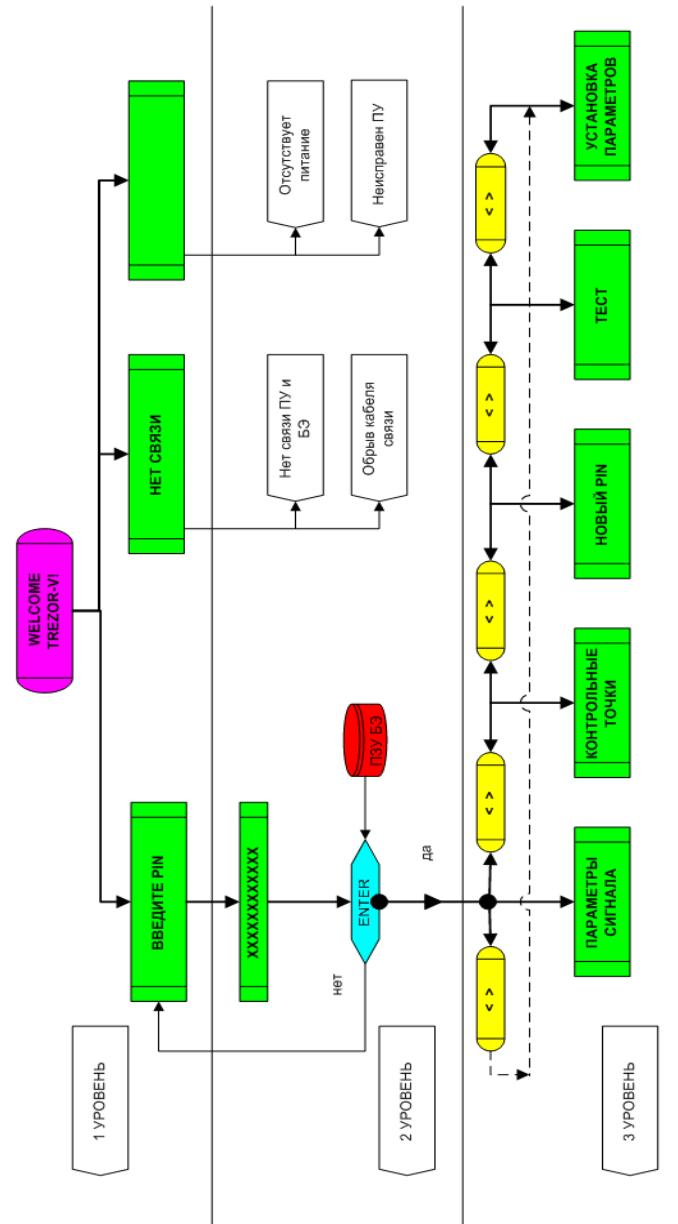
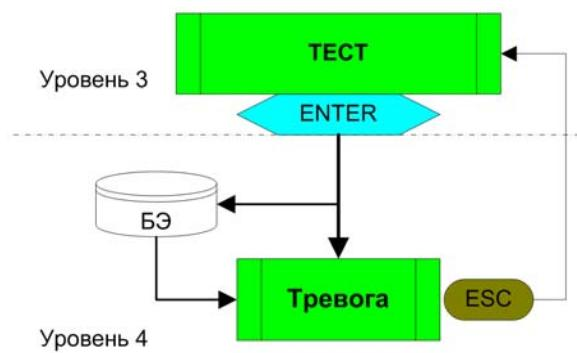

Рис. 3.1. Структурная схема верхних уровней системного меню ПУ
Рис. 3.5. Структурная схема раздела «TEST» системного меню ПУ
2.2.2.2. На экране ЖК-индикатора ПУ появляется иконки многоуровневого системного меню, при помощи которого осуществляется управление параметрами первого или второго канала БЭ, при подключении ПУ в «Х4» происходит управление первым каналом, в «Х5» вторым каналом. Структурная схема верхних (1...3) уровней системного меню ПУ приведена на рис. 3.1.
3 уровень: На этом, основном уровне системного меню пользователь остается, двигаясь от раздела к разделу меню (по кругу) с помощью клавиши «→» (слева направо, рис. 3.1.), или с помощью клавиши «←» (справа налево, рис. 3.1.). Переход с 3-го на нижний 4-й уровень (в разделе) осуществляется нажатием клавиши «ENTER».
На рис. 3.5. изображена структурная схема раздела «TEST».
- 2.2.3.1. После того, как произведен первый контроль работоспособности изделия согласно п. 3.2.1., необходима более тщательная его проверка с помощью ПУ перед процедурой настройки. Для этого необходимо подсоединить ПУ к БЭ, дождаться надписи «**ВВЕДИТЕ PIN**» на ЖК-индикаторе, ввести корректный PIN-код и выйти на основной 3-й уровень системного меню (рис. 3.1.). С помощью клавиши «→» осуществить переход в раздел «TEST» (рис. 3.5.), нажать клавишу «ENTER» и убедиться в свечении (1...5 с) красного светодиода «Тревога» на плате БЭ, а также появлении надписи «Тревога» на ЖК-индикаторе.